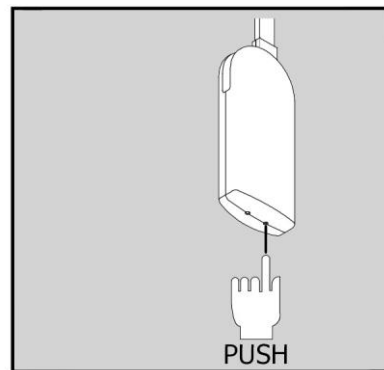

Fig. 22
- 1 - Appuyer sur la touche de programmation (Fig. 22) pendant 5 secondes, quand la touche est relâchée on entend un double Bip
Si vous souhaitez supprimer toutes les télécommandes maintenir appuyé la touche de programmation (Fig.22) pendant 10 secondes, une fois la touche relâchée vous entendrez trois Bips consécutifs qui indiquent que toutes les télécommandes synchronisées ont été supprimées.